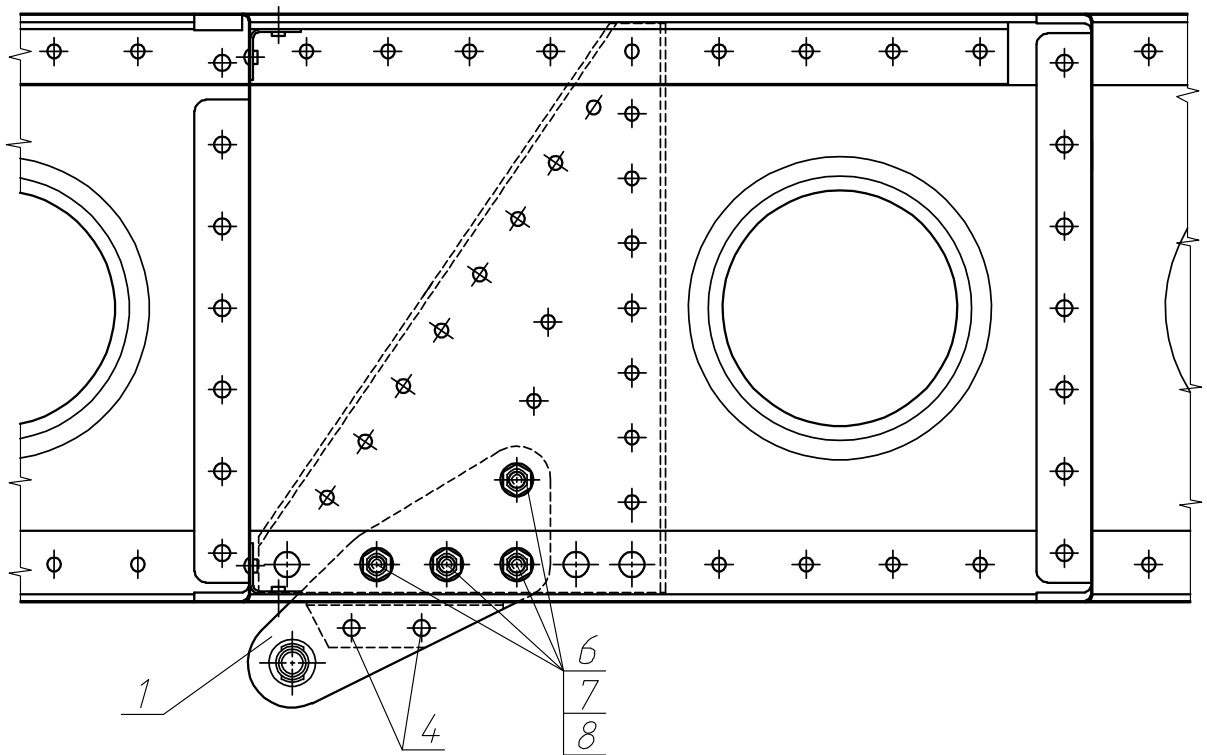

Рис. 2
- 3) высверлить старые заклепки поз.5 (рис.2) сверлом Ø3 (предварительно удалив стержни) и зачистить отверстия;